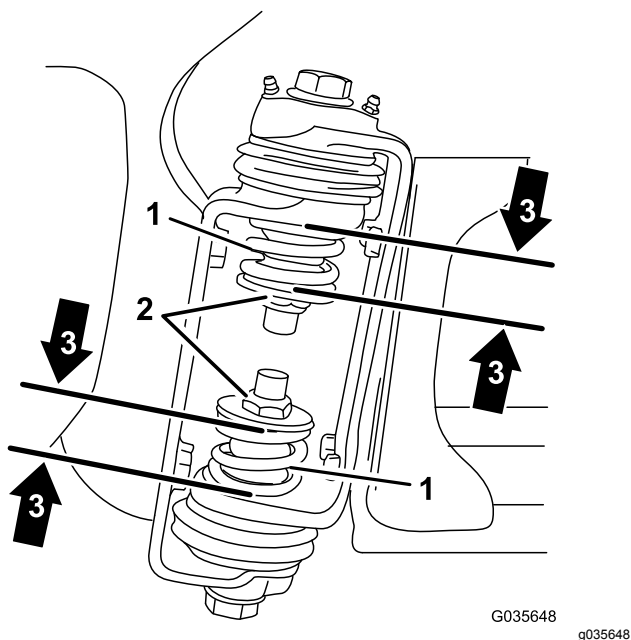

Figure 5
3. Au niveau de la charnière de section, mesurez la compression des ressorts supérieur et inférieur quand les sections sont déployées (Figure 5).